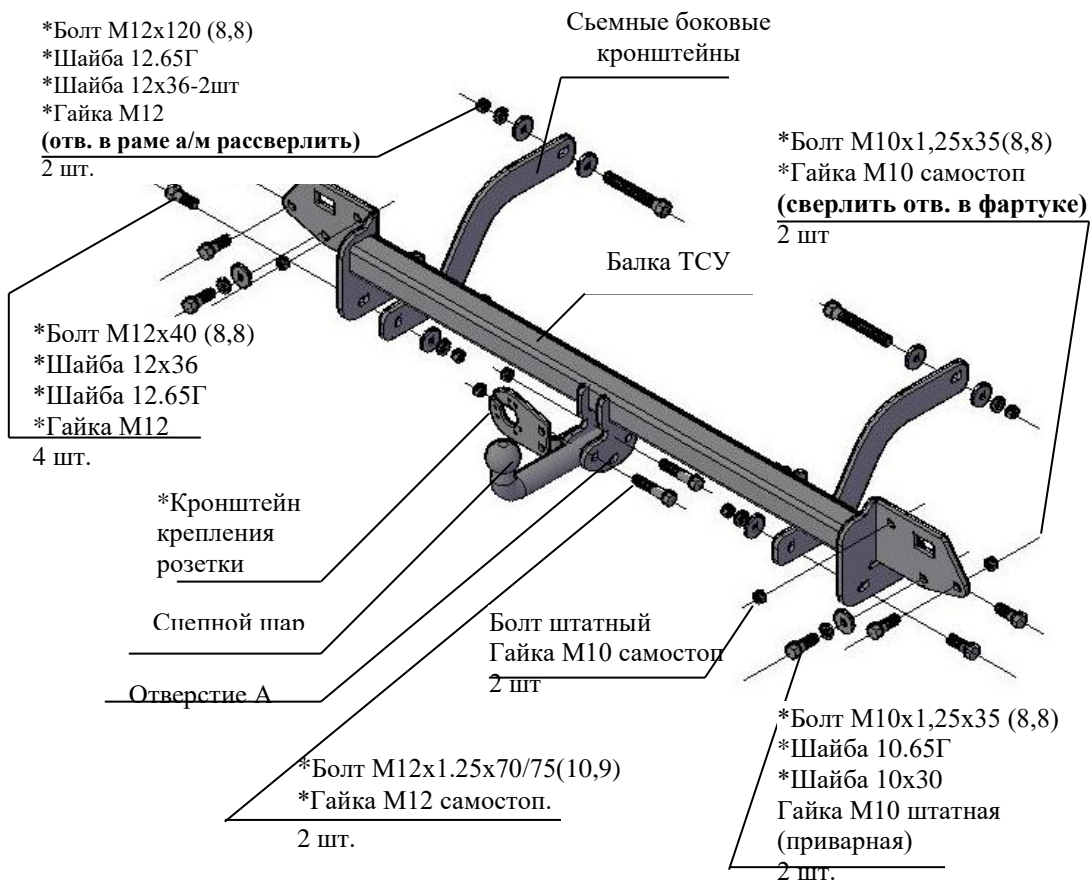

Рис.1 Тягово-цепное устройство ТСУ 9620
2.1 ТСУ 9620 в сборе (рис.1)	1 шт.
2.2 Пакет с комплектующими (см. рис.1) Защитный колпак	1 шт.
4.2 Установить балку ТСУ, закрепив ее к фартуку а/м болтами М10х1,25х35, гайками М10 самостоп (под головки 2-х болтов подложить шайбы гроверные 10.65Г и шайбы 10х30), используя в том числе болты и гайки штатные (для крайних болтов в фартуке а/м сверлить отверстия) (см.рис.1).
гайками М12, (под гайки подложить шайбы гроверные 12.65Г и шайбы 12х36) (см.рис.1). Крепеж не затягивать.